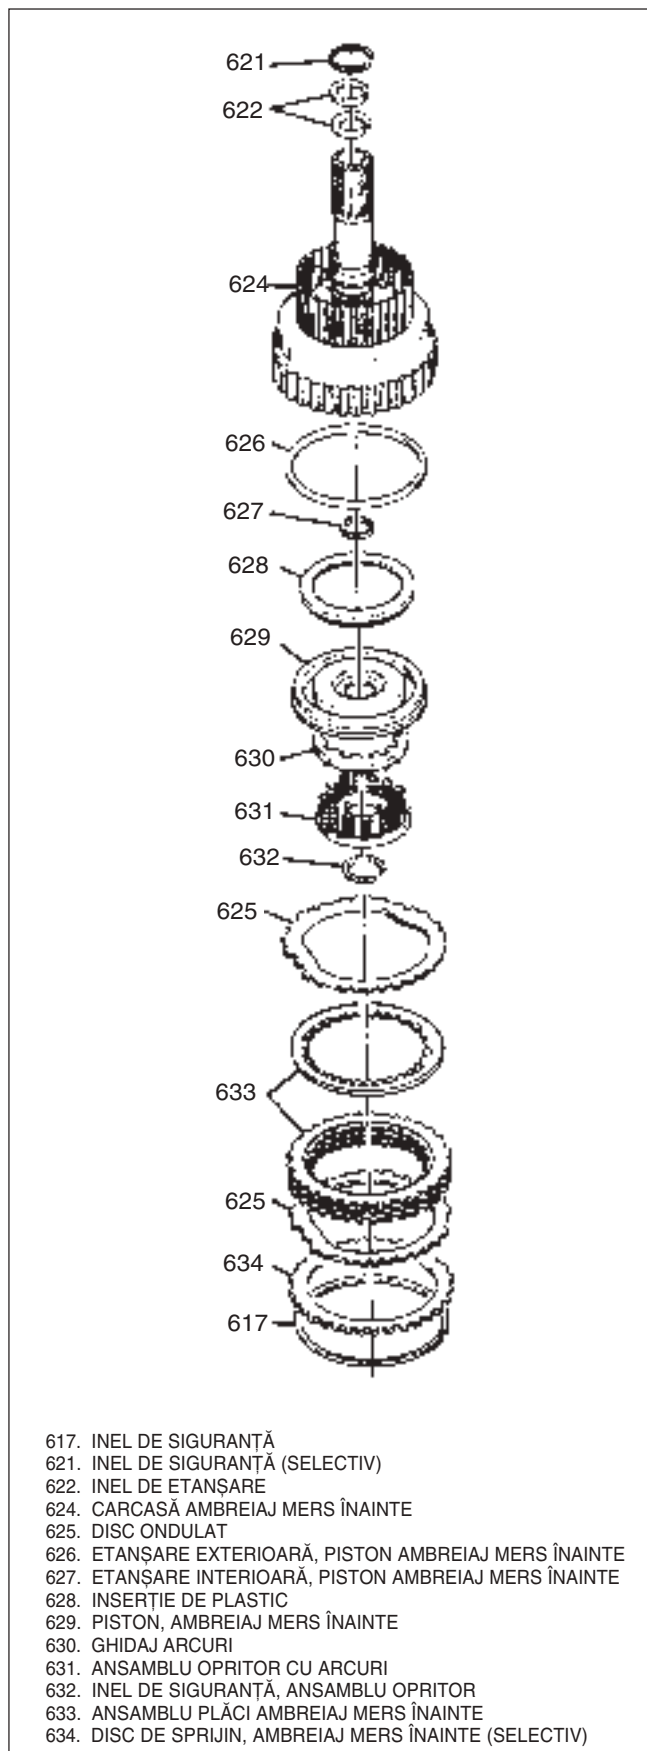

Fig. 76 Ansamblu ambreiaj mers înainte
- Carcasa (624) ambreiajului de mers înainte pentru crăpături și suduri rupte.
- Canelurile și degajările arborelui de intrare (A) pentru deteriorări.
- Manșonul de intrare din carcasa (624) pentru deteriorări, aliniere și strângere – manșonul nu trebuie să se rotească și orificiul său trebuie să se alinieze cu orificiul din arborele de intrare.
- Inelele de etanșare (622) – se înlocuiesc. Vezi fig. 76.
- 4) Ghidajul (630).
- 5) Ansamblul opritor (631).
- 6) Inelul de siguranță (632) – Utilizați dispozitivele DT24014 și DT24015.
- 7) Discul ondulat (625).
- 8) Se ung plăcile (633) ambreiajului cu ulei de cutie de viteze.
- 9) Se montează alternativ plăcile de ambreiaj (633).
- 10) Discul ondulat (625).
- 11) Discul de sprijin selectiv (634).
- 12) Inelul de siguranță (617).
- 13) Inele de etanșare (622) noi dacă este necesar (fig. 76).